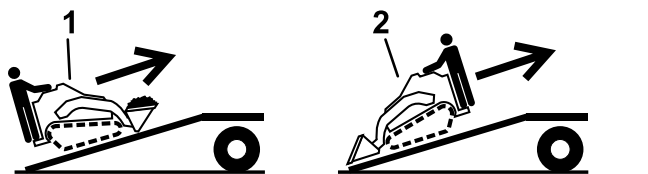

Figura 19
5. Caricate la macchina sul rimorchio con l'estremità più pesante sulla rampa, trasportando i carichi verso il basso (Figura 19).
1. Abbassate la rampa Figura 19